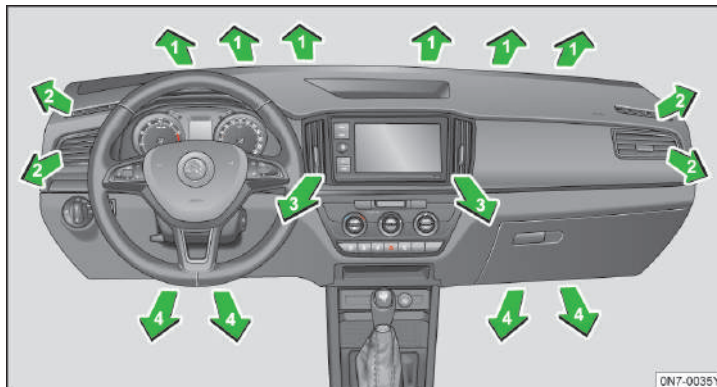

图 106 前部通风口
- 根据个人需求调整出风口 3 和 4» 图 106，见第 67 页。
利用出风口中间的导流片可以上下/左右调节气流方向» 图 106。此外，还可以通过此导流片旋转相应的出风口调节空气流向。
1 根据个人需求，调整出风口 3 和 4»图 106，见第 67 页。